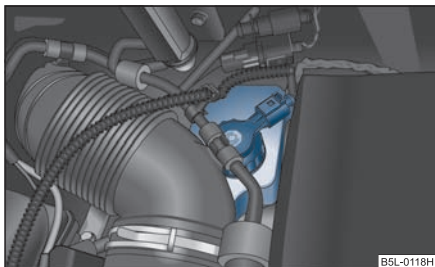

Fig. 210 Compartimentul motor: Rezervorul lichidului de frână
- Verificați nivelul lichidului de frână din rezervor ⇒ fig. 210. Nivelul trebuie să se găsească între marcasele „MIN” și „MAX”.